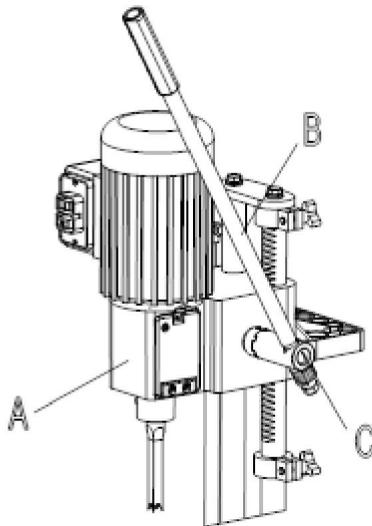

Fig. 9
Huvudet (A) Fig. 9, höjs och sänks med hjälp av spaken (B). För maximal hävstång under insticksoperationen, kan spaken (B) vara flyttas genom att dra ut navet (C) på spakenheten och ompositionering av navet på kugghjulsaxeln.